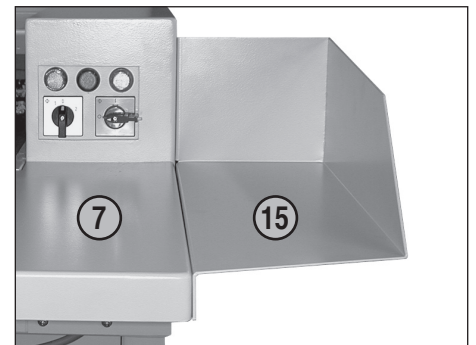
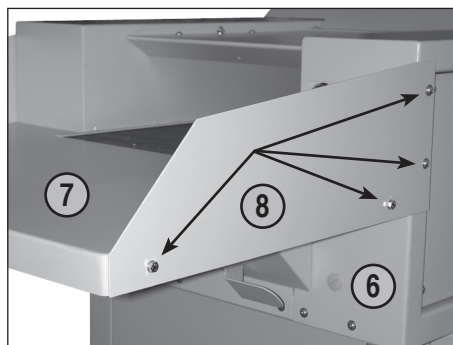

Рис. 5
Рис. 4
- 15** = защитный уголок (рис. 5) (дополнительно)
МОНТАЖ ЗАЩИТНЫХ УГОЛЬНИКОВ (15) (Рис. 4 и 5):
При желании можно увеличить поверхность стола при помощи установки двух защитных угольников (15, рис. 5) вместо двух защитных крышек (8, рис. 4), (см. также ниже раздел «ОСОБЫЕ ПРИНАДЛЕЖНОСТИ»).
1. Вывернуть по 4 винта с шайбами на боковых стенках прибора (6), слева и справа, а также на столе (см. пометки стрелками на рис. 4).
2. Снять обе защитные крышки (8) и закрепить на их место защитные угольники (15) при помощи ранее вывернутых винтов с шайбами, ввернув их в боковые стенки прибора (6) слева и справа, а также в стол (7).